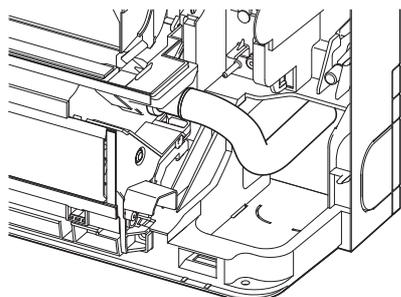

Fig. 5-4
- Insérez complètement le flexible de vidange au fond du bac de vidange. (Fig. 5-4) Veillez à ce que le flexible de vidange soit bien fixé dans l'extension du trou du bac de vidange.